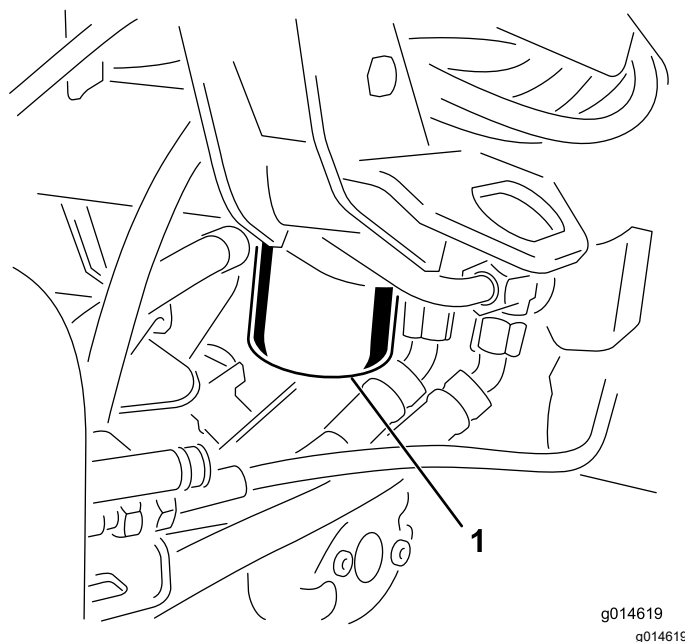

Figura 54
1. Limpe a zona em torno da montagem do filtro (Figura 54). Coloque um recipiente de escoamento debaixo do filtro e retire o filtro.